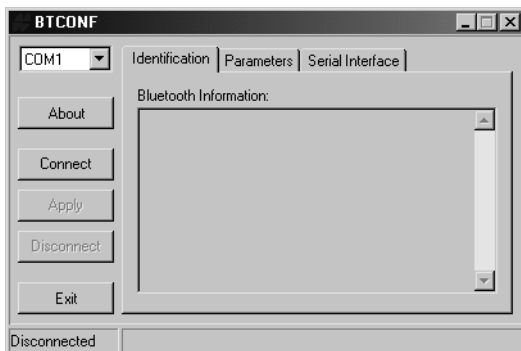

Figura 2-31. Pantalla Principal de Configuración del Módulo Bluetooth
3. Ejecute el programa de configuración del módulo Bluetooth (Btconf.exe) (Figura 2-31).